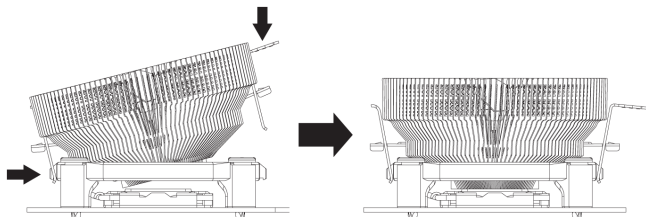

Рис. 5
2) Фиксируем меньшую скобу на радиаторе за крепежную рамку, потом цепляем прямую скобу за выступ крепления. Затем прижимаем радиатор к процессору и зацепляем его изогнутой скобой за крепежную рамку как на Рис. 5. Убедитесь что система плотно располагается на своем месте и не двигается.